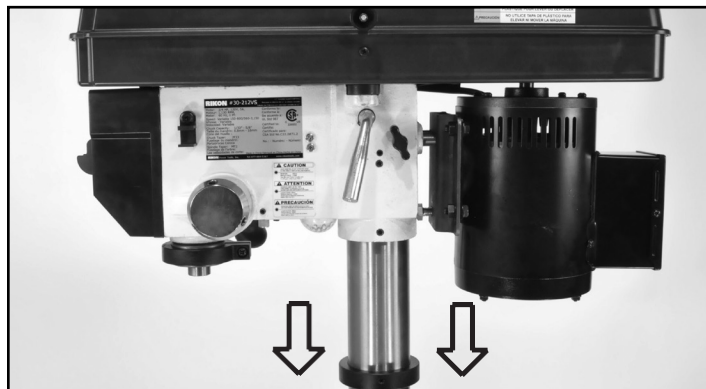

FIG. 5
1. Soulevez soigneusement et placez la tête de la presse de forage sur le dessus de la colonne. Il doit glisser vers le bas jusqu'à ce que la colonne s'arrête contre l'extrémité intérieure du trou de coulée de tête. Faites pivoter la tête de presse de forage jusqu'à ce qu'elle soit en ligne avec la base et la table, avec le contrôle panneau tourné vers l'avant. FIG. 5.